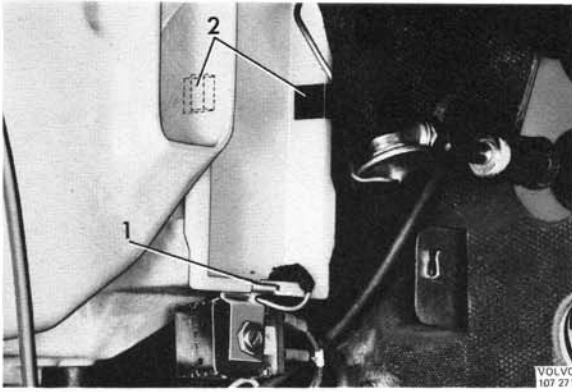

Abb. 78 Ausbau des Deckels vor dem Kältemittelverdampfer
4. Halter des Thermostaten (1, Abb. 78) vom Klimatorgehäuse lösen und die beiden Klammern (2) für den Deckel über dem Kältemittelverdampfer entfernen.